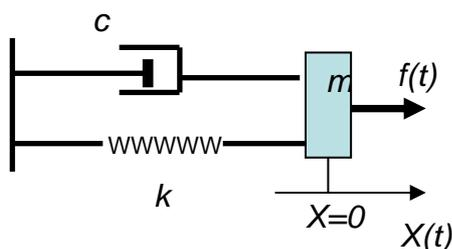

Fig.1
1. On considère le système mécanique de la Fig.1. Ecrire l'équation différentielle à partir des équations de Lagrange.